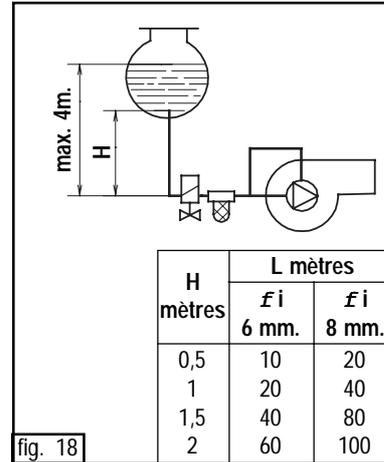

fig. 18
- Dans l'installation en fig. 18, il faut desserrer le raccord du vacuomètre (8 fig. 17) jusqu'à la sortie du fioul.